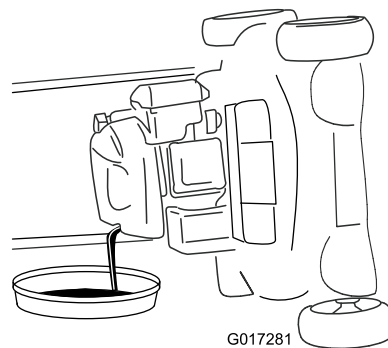

Figura 31
4. Ponga la máquina de lado (de modo que el filtro de aire quede hacia arriba) para drenar el aceite usado a través del tubo de llenado de aceite (Figura 31).